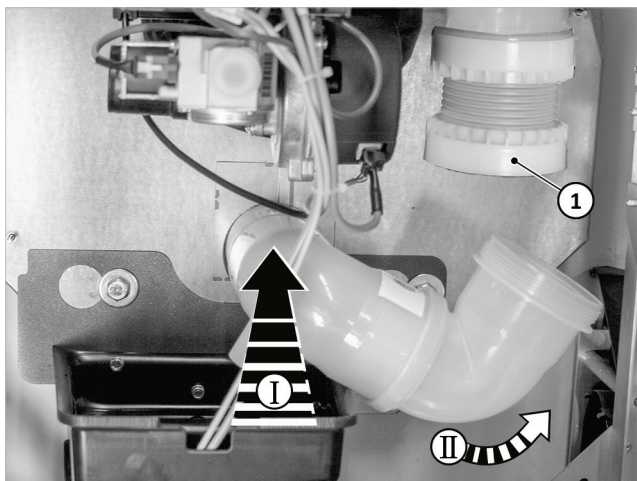

Abb. 41: Abgasbogen montieren
- Die Überwurfmutter (vgl. → Abb. 41, 1) nach unten ziehen und mit dem Abgasbogen verschrauben.